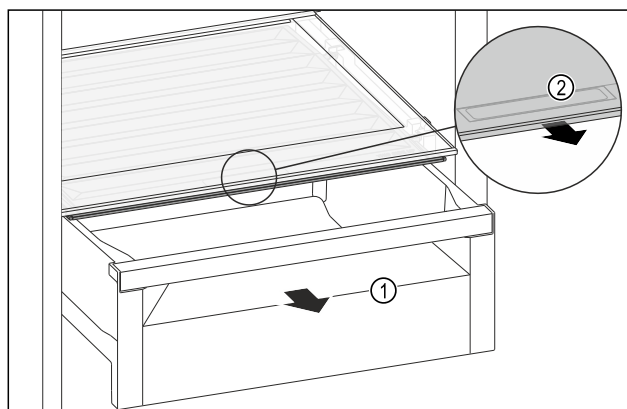

Fig. 171
- Estrarre il cassetto Fig. 171 (1).
- Afferrare la maniglia incassata Fig. 171 (2) sul coperchio dello scomparto e tirare allo stesso tempo in avanti il coperchio dello scomparto.